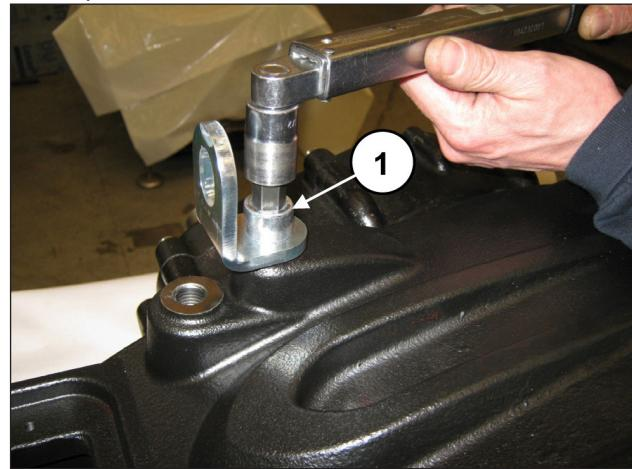

Fig. 95
Colocar los tapones y las bridas de elevación con los tornillos M16x30 (pos. ①, Fig. 95).